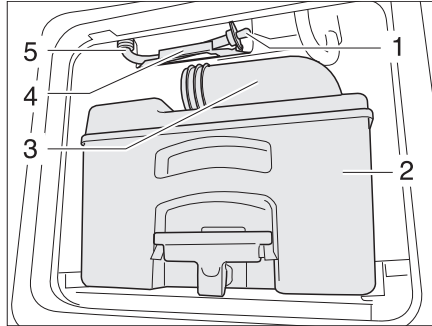

Fig. 392 Tuyau d'écoulement réservoir d'eau toilettes
- Vider la cassette (Fig. 392,2) dans une station d'évacuation autorisée et la nettoyer.
- Laisser la tubulure d'évacuation (Fig. 392,3) ouverte.
- Retirer le tuyau d'écoulement (Fig. 392,5) de son support (Fig. 392,4).
- Retirer le bouchon d'écoulement (Fig. 392,1) et laisser s'écouler le reste d'eau.